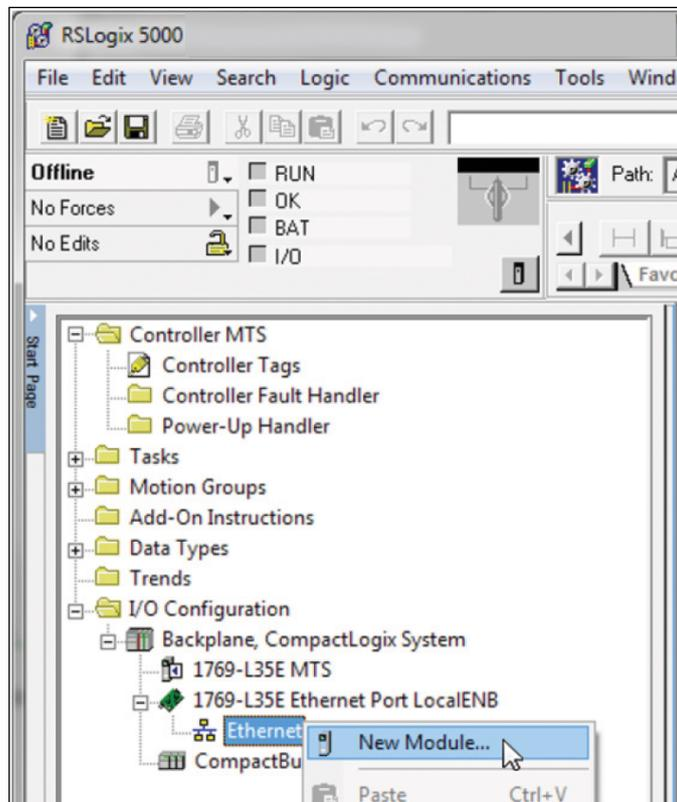

Abb. 99: Neues Modul zum RSLogix 5000 IO-Verzeichnisbaum hinzufügen
- Auf der linken Seite der Hauptansicht der Oberfläche des Programms RSLogix 5000 befindet sich der Verzeichnisbaum „Controller Organizer“. Klappen Sie in diesem Baum den Eintrag „I/O Configuration“ auf. Klappen Sie den Eintrag zu Ihrem Netzwerk auf. Klicken Sie mit der rechten Maustaste auf den Eintrag „Ethernet“ und wählen Sie den Eintrag „New Module“ aus (Abb. 99).